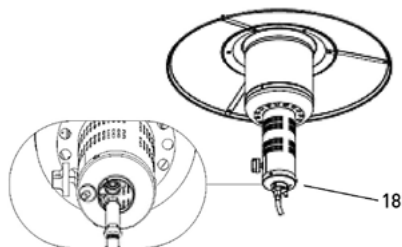

Figure 1
SCHRITT 5: Montieren Sie das innere Gasrohr am Hauptbrenner – siehe Abb. 1. Befestigen Sie den Hauptbrenner am Ständer mit Hilfe von M5x12-Schrauben (3 Stück) mit Unterlegscheiben (3 Stück) – Detail F.